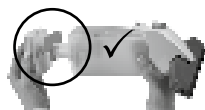

Figura 12:
- Feche o depósito, deslizando a tampa do depósito até ao batente. Tenha atenção para que a tampa do depósito seja encaixada na posição correta (ver Figura 12).